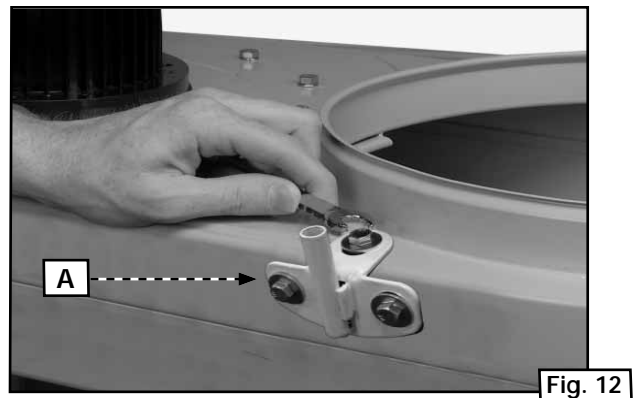

Fig. 12
2. Installer le support (A) sur le dépoussiéreur (Fig. 12).